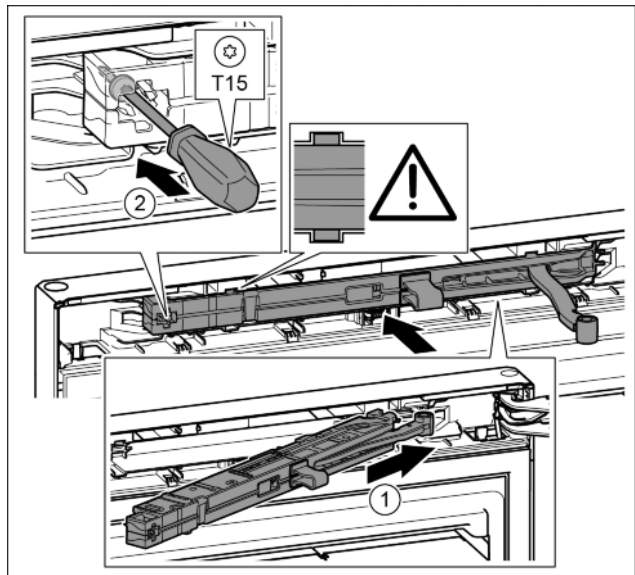

Fig. 20
- ▶ Schließdämpfereinheit auf der Lagerbockseite bis zum Anschlag schräg in die Aussparung einschieben. Fig. 20 (1)
- ▶ Schraube mit einem Schraubendreher T15 festschrauben. Fig. 20 (2)